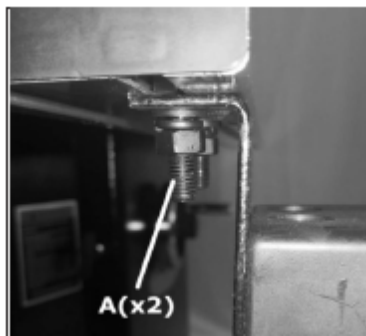

Рис. 22
1. Вставить четыре болта М8 х 20 (рис. 22, А) в нижний паз передней направляющей.